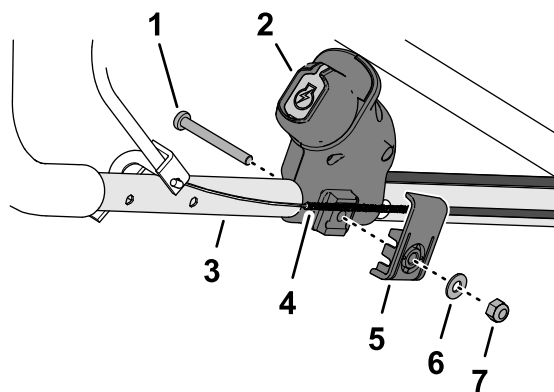

Bild 13
2. Montieren Sie den Elektrostartschalter oberhalb des Einsteckverschlusses am Führungsholm (Bild 13).